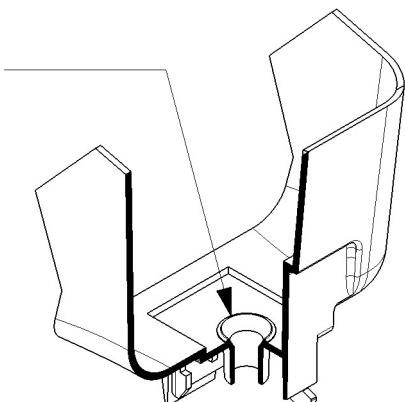

**figura 6**
- 3 **Rubinetto a gravità:** montare la leva di comando rubinetto e quindi infilare il pistone dotato della propria guarnizione (vedere figura 6).